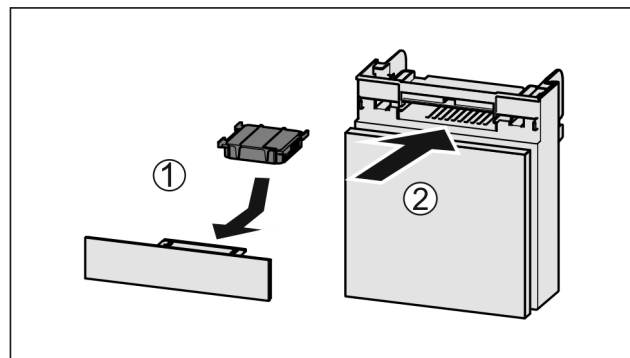

Fig. 90
- Aseta aktiivihiilisuodatin kuvan mukaisesti paikoilleen Fig. 90 (1).
- Työnnä lokero kiinni Fig. 90 (2).